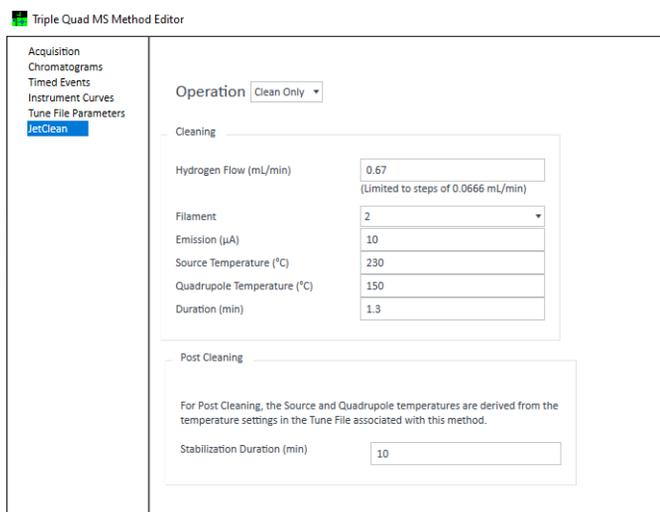

Figura 32. Configuración del modo Clean Only (Solo limpieza) del sistema JetClean
- 3 Seleccione la opción **Clean Only** (Solo limpieza) del menú desplegable **Operation** (Operación). (Consulte la **Figura 32**).